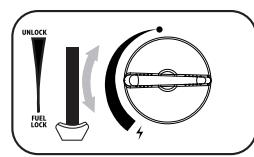

fig. 5
- Regolare la manopola di comando nella posizione desiderata (fig.5) Non portare mai la leva della cartuccia (6) in posizione "UNLOCK" durante l'uso!